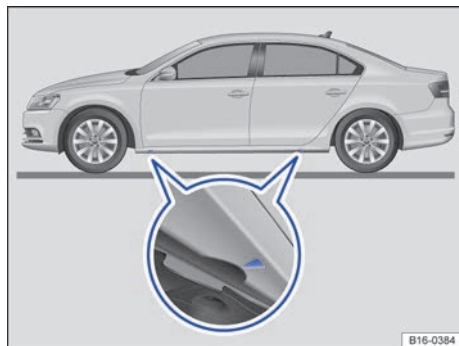

Fig. 234 Puntos de apoyo para el gato.
El gato únicamente se deberá colocar en los puntos de apoyo que se indican (marcas en la carrocería) → fig. 234. El punto de apoyo válido es el que se encuentra junto a la rueda correspondiente → ⚠.
6. Busque debajo del vehículo el punto de apoyo para el gato → fig. 234 que se encuentre más próximo a la rueda que haya que cambiar.